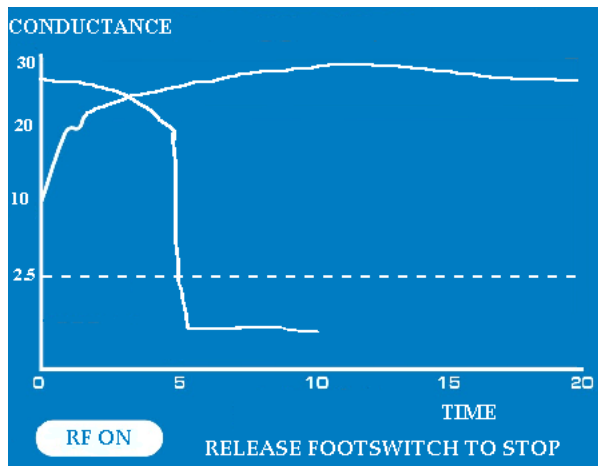

Figura 10: Grafik i afshimit të përçueshmërisë së shfaqur që tregon modalitetin "RF ON" për kapëset "Synergy"
2. Shtypni dhe mbani shtypur pedalin e kontrollit për të filluar daljen e energjisë RF. Dalja e energjisë RF ndërpritet duke lëshuar pedalin e kontrollit ose në fund të 40 sekondave të vazhdueshme të dërgimit të energjisë. Ekrani i afshimit i ASU tregon se gjeneratori RF është në modalitetin "RF ON". (referojuni **Figura 10**). Treguesi "RF ON" në panelin e përparmë të ASU do të jetë me ndriçim blu.
transmuralitetit. Nëse gjendja e transmuralitetit nuk arrihet brenda 20 sekondave të paraqitura në grafikun e afshimit të përçueshmërisë së indeve, grafiku do të shfaqet në një ekran të dytë dhe do të shfaqë një vazhdim të përçueshmërisë për një kohë maksimale prej 20 sekondash shtesë (referojuni **Figura 10**).